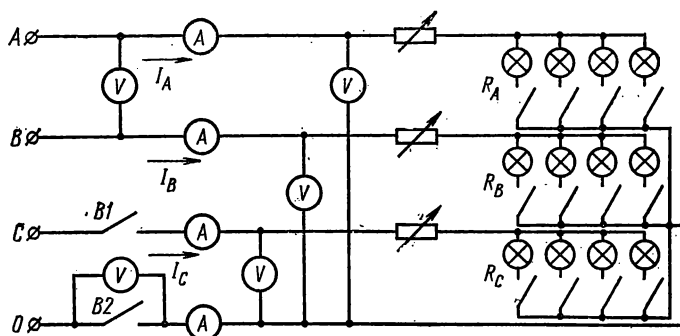

Рис. 2.69
10. Чему равен $\cos \varphi$ для схемы рис. 2.69?
1. Собрать цепь (см. рис. 2.69) и показать ее преподавателю для проверки.